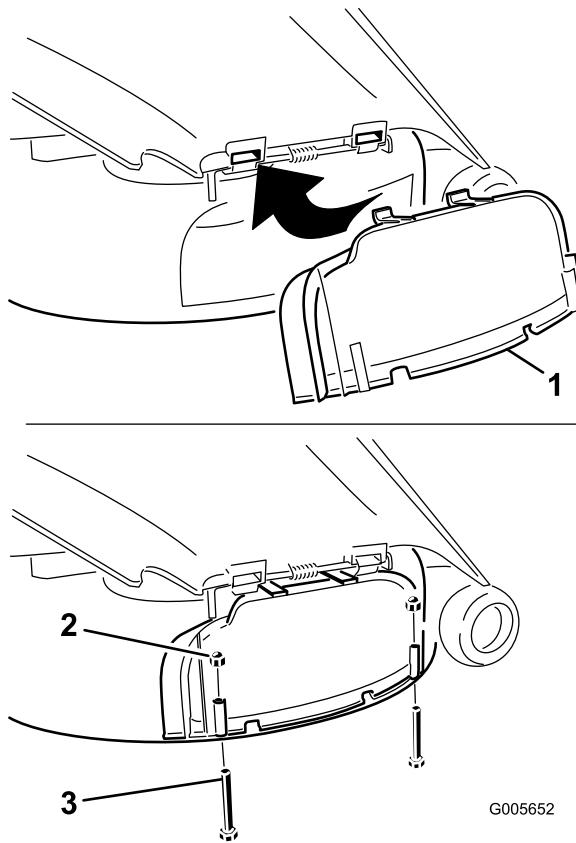

Figura 27
4. Eleve el deflector de hierba y deslice las escuadras de la parte superior de la tapa de descarga debajo de la varilla de retención del deflector de hierba. Gire hacia abajo la tapa de descarga sobre el orificio, hasta que descansen sobre el borde inferior del cortacésped (Figura 27).
- Sujete la tapa de descarga al borde inferior del cortacésped con dos pernos (1/4 x 2-1/2 pulgadas) y dos tuercas ciegas (1/4 pulgada) según se muestra en Figura 27.